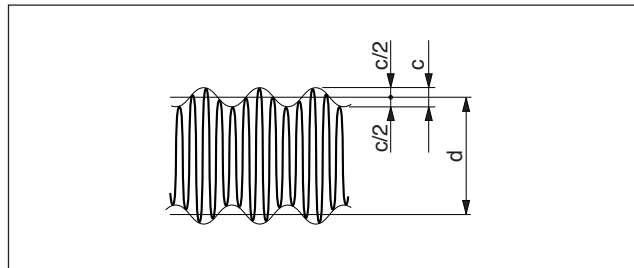

図5.
- ① 8ピンDINコネクタ (オス) を表示ユニットに差込み、表示ユニットの電源を入れます。また表示ユニットへの電源供給方法は、LT20Aの取扱説明書をご覧ください。
- ② オシロスコープのプローブをプリアンプ基板上のPM端子へ、アースクリップをコネクタレセプタクルネジ部へ接続します。
- ③ オシロスコープは0.5 V/div, 5 ms/divに設定し、機械を1～10 m/minの速度で動かしながら図5のような波形が観測できるように (TIME/div) を設定し直してください。